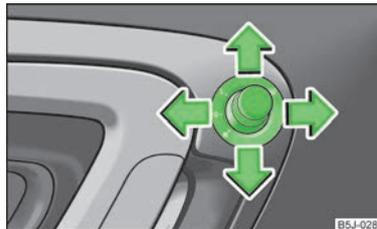

Abb. 34
- › Den Drehkopf in die Position » Abb. 34 stellen.
- › Den Drehkopf in die Position **L** » Abb. 34 stellen. Die Spiegelflächenbewegung ist mit der Bewegung des Drehknopfes identisch.
- › Den Drehkopf in die Position **R** » Abb. 34 stellen. Die Spiegelflächenbewegung ist mit der Bewegung des Drehknopfes identisch.